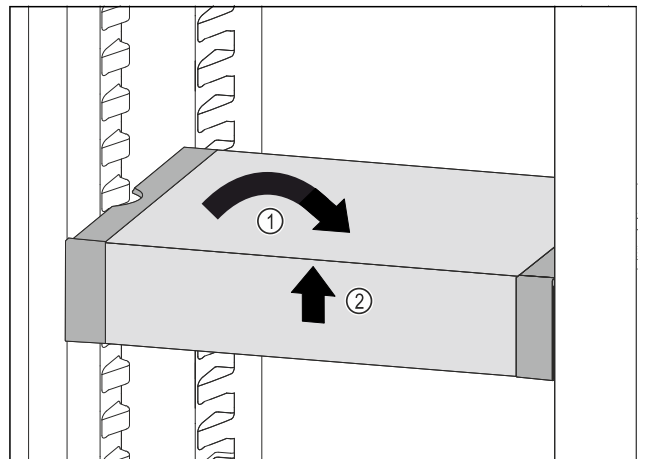

Fig. 87
- ▶ VarioSafe gerade stellen. Fig. 87 (1)
- ▶ VarioSafe vorne anheben. Fig. 87 (2)